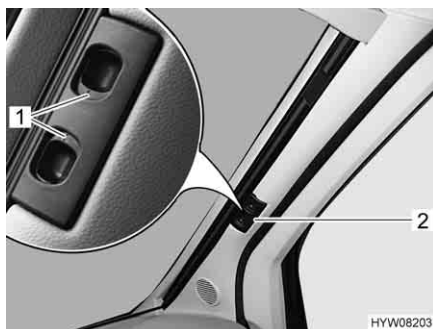

Bild 33 Plisségardin för vindrutan
- Skjut de två hälfterna av plisségardinen för vindrutan utåt så långt det går, ta tag i handtaget (Bild 33,2). Rör handtaget vågrätt i riktning mot låsspåret.
- Låt låshandtagen (Bild 33,1) haka fast.